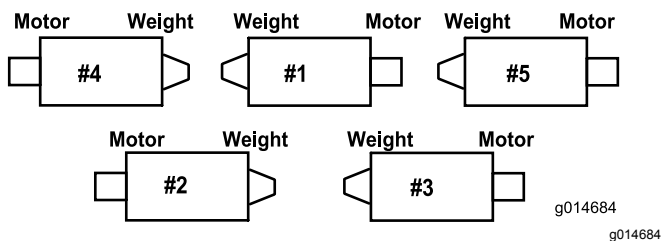

**Figure 6**
- C. Montez le boulon du tube de ressort sur la patte opposée du bâti porteur et fixez-le en position avec l'écrou à embase. La tête du boulon doit être à l'extérieur de la patte, comme illustré à la Figure 6.
D. Montez le support de tige sur les pattes du plateau de coupe à l'aide des boulons de carrosserie et des écrous (Figure 6).